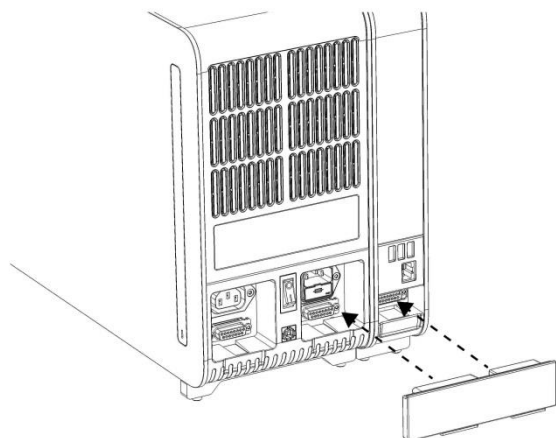

Figura 5. Ligação da ponte do módulo analítico/operacional.
5. Ligue a ponte do módulo analítico/operacional na parte traseira do QIAstat-Dx Analyzer 1.0 para unir o módulo operacional e o módulo analítico (Figura 5).